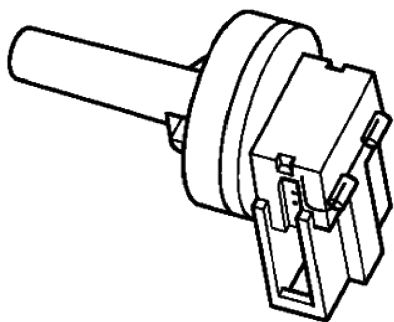

图 11-1-11 蒸发器温度传感器
(2) 蒸发器出风口温度传感器 G263 或蒸发器温度传感器 G308(图 11-1-11)